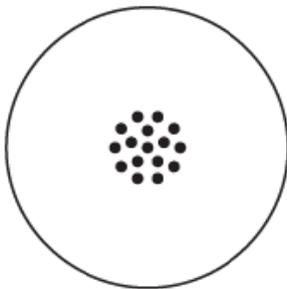
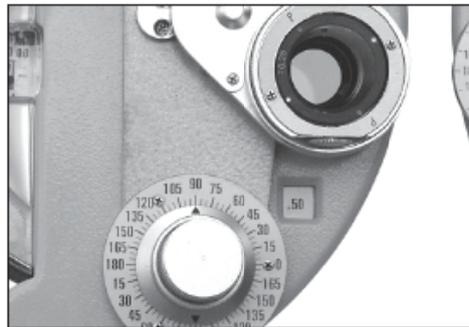
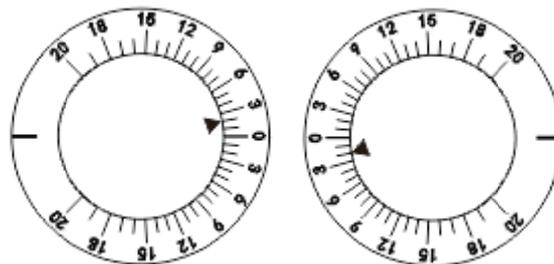

Abb.34
Abb.35
Abb. 41
- (2) Projizieren Sie das Punktdiagramm des Kreuzzylinders wie in Abb. 34 gezeigt. Drehknopf drehen ㉑ mit Finger zum Drehen der Kreuzzylinderlinse ㉒. Bitten Sie den Testteilnehmer dann, die beiden Bilder zu vergleichen, die er vor und nach dem Drehen der Kreuzzylinderlinse sieht. Stoppen Sie auf der besseren Seite. Wenn zum Beispiel das, was der Testteilnehmer sieht, am klarsten ist, wie in Abb. 35 der Kreuzzylinderlinse gezeigt, drehen Sie den Zylinderlinsen-Achsenknopf ㉓ um die Achse der Kreuzzylinderlinse um 5° in Richtung des roten Punktes zu verschieben, damit die Position der Zylinderlinsenachse skaliert ㉔ ist auf 95° positioniert.
(6) Verwenden Sie das in Abb. 34 gezeigte Kreuzzylinder-Punktogramm mit dem gleichen Verfahren wie in (2) beschrieben. Bitten Sie den Testteilnehmer nun, die Diagramme zu vergleichen, die er sieht. Das Ergebnis ist als Abb. 38 dargestellt. Wenn die Testperson das klarste Diagramm sieht, wenn der rote Punkt mit dem Buchstaben P übereinstimmt (wie in Abb. 38 gezeigt), bedeutet dies, dass sich die Dioptrie der Testperson um 0.25 dpt hat (jetzt beträgt die Dioptrienstärke der Testperson 0.75 dpt).
ein. Tests werden für das linke und das rechte Auge unabhängig durchgeführt, wobei für beide Augen ein binokulares Prisma verwendet wird. Im Allgemeinen werden diese Tests als binokularer Gleichgewichtstest bezeichnet. Stellen Sie beide Augen auf O. Verwenden Sie die Tabelle in Abb.34 und stellen Sie die Prismen als $2\Delta U$ (rechtes Auge) und $2\Delta D$ (linkes Auge) ein (siehe Abb.41).